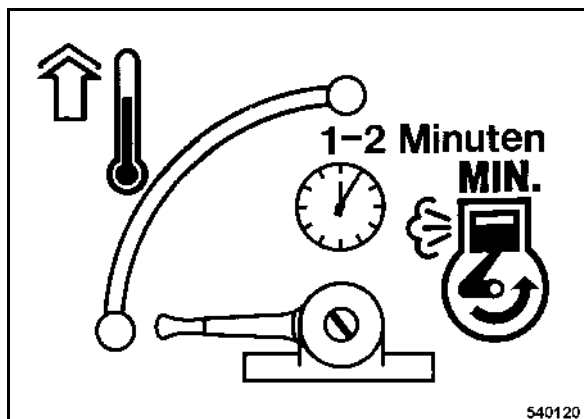

fig. 17
- Positionner le levier de réglage du régime du moteur (fig. 17) sur "MIN" et laisser chauffer le moteur pendant 1 à 2 minutes.